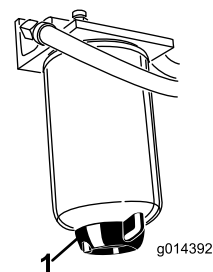

Figura 36
Spurgate ogni giorno l'acqua e altre sostanze contaminanti dal separatore di condensa (Figura 36). Sostituite la scatola del filtro ogni 400 ore di servizio.
2. Allentate il tappo di spurgo situato nella parte inferiore della scatola del filtro (Figura 36).